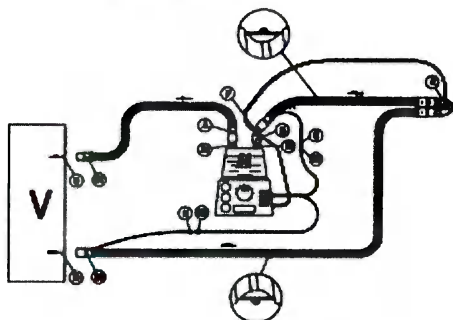
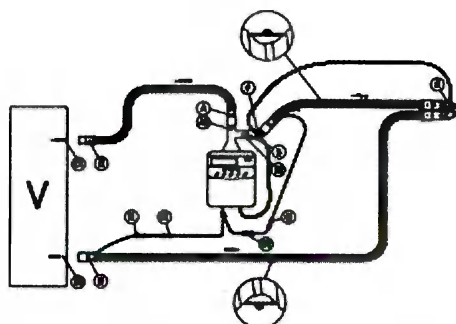

Рисунок 2
Рисунок 3
9. Информация о порядке установки, монтажа, настройки, калибровки и иных действиях, необходимых для ввода медицинского изделия в эксплуатацию	ИНСТРУКЦИЯ ДЛЯ ПОЛЬЗОВАТЕЛЯ: Для того чтобы присоединить контур к увлажнителю вентилятора, надо сделать следующее: 1. Извлеките контур из заводской упаковки. 2. Присоедините не нагреваемую часть патрубка вдоха (А) к входу увлажнителя (А1). 3. Присоедините второй патрубок вдоха (В) к выходу увлажнителя (В1). 4. Присоедините магистраль вдоха контура (С) к порту вдоха аппарата ИВЛ (С1). 5. Соедините магистраль выдоха контура (D) с портом выдоха аппарата ИВЛ (D1). 6. Вставьте температурный датчик больного в соответствующий порт коннектора (Е). 7. Если увлажнитель снабжен датчиком мониторинга температуры газа на выходе, датчик следует вставить в порт коннектора на выходе увлажнителя (F). Некоторые контуры могут быть снабжены двумя соединителями с выходными отверстиями увлажнителей; прозрачный предназначен для увлажнителей F&P™ MR 730, HUDSON RCI™ и Bear™; тогда как зеленый – только для увлажнителя F&P™ MR 850. Перед подсоединением зонда, убедитесь в том, что соединитель, вставленный в отверстие для увлажнителя совместим с применяемым увлажнителем. Применение несовместимого соединителя может привести к неправильной его работе или выходу из строя. 8. С помощью специального адаптера (переходника) соедините электрический коннектор провода нагрева (G) вдоха с соответствующим гнездом питающего кабеля увлажнителя (G1). 9. Если двойные дыхательные контуры используются с устройством Fisher & Paykel™ (рис. 2), красный электрический коннектор магистрали вдоха (G) соединяется с красным патрубком адаптера (G1), а синий электрический коннектор магистрали выдоха (H) – с синим патрубком адаптера (H1). 10. Если используется двойной дыхательный контур для увлажнителя HUDSON RCI™ (рис. 3), следует применять два адаптера. Соединение осуществляется следующим образом: ♦ голубой электрический коннектор магистрали вдоха (G) с помощью адаптера присоединяется к короткому концу кабеля увлажнителя с голубым коннектором (G1); ♦ желтый электрический коннектор магистрали выдоха (H) с помощью адаптера присоединяется к длинному концу кабеля увлажнителя с желтым коннектором (H1). 11. Установите на шкале увлажнителя требуемую температуру и проверьте правильность соединений, как показано на рисунках 1, 2 и 3. Контур может иметь односторонние клапаны; перед использованием таких клапанов в работе проверяйте их на рабочую функцию и направление потока. Максимальный срок использования прибора: 48 часов. Если дыхательный контур применяется с фильтром,